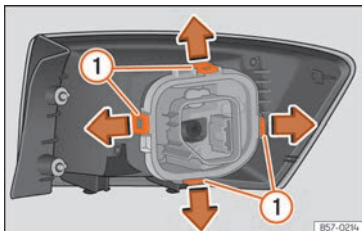

Fig. 115 Languettes de fixation au dos du feu arrière.
7. Démontez la douille en déverrouillant les languettes de fixation » » fig. 115 ①.